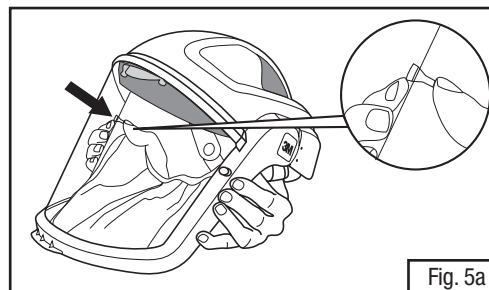

Fig. 5a
- Com a borda do visor na posição para baixo (M-100, M-200 e M-300), solte os botões do mesmo, puxando-os para fora pelo lado de dentro da borda de visor até se ouvir um "click" (Fig. 5a). Mova a borda do visor para a posição de cima (aberto) e puxe o visor para retirar da borda (Fig. 5b). Se estiver usando o M-400, pode ser mais fácil se a borda do visor estiver na posição para cima (aberto) para soltar os botões e remover o visor.